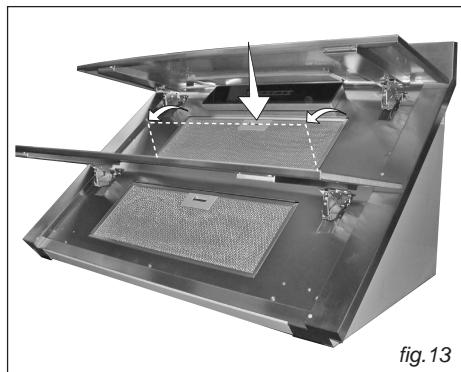

fig. 13
• Demontering af fedtfilter (fig.13)
Fjern fedtfiltret ved at trykke på stopmekanismen og dreje filtret udad (fig. 13).